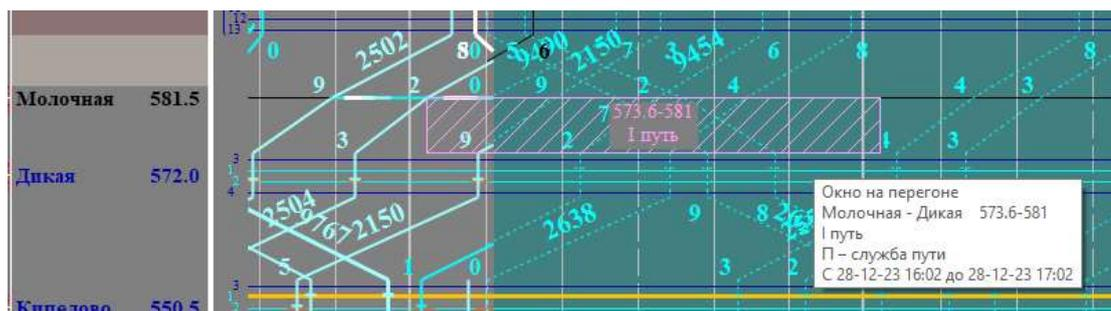

Рис.192. Окно на перегоне.
1. «Окна» на поле графика отображаются прямоугольником красного (если не назначен другой цвет) цвета, ограниченным по станциям – станциями перегона действия «окна», по времени – временем начала и окончания действия «окна». В случае, если фактическое время окончания «окна» превышает время окончания «по приказу» – будет показана передержка «окна». Штриховка внутри «окна» обозначает закрытый главный путь перегона. Штриховка в четном направлении, что закрыт четный главный путь перегона, в нечетном – нечетный главный путь, сплошная штриховка – закрыты все главные пути (перегон закрыт полностью). (см. рис. 192)
3. Для получения информации по «окнам» подвести указатель «мыши» к периметру (ограждающим линиям «окна») «окна», дождаться изменения цвета выбранного «окна» и появления всплывающего окна с информацией об «окне» (см. рис. 192).